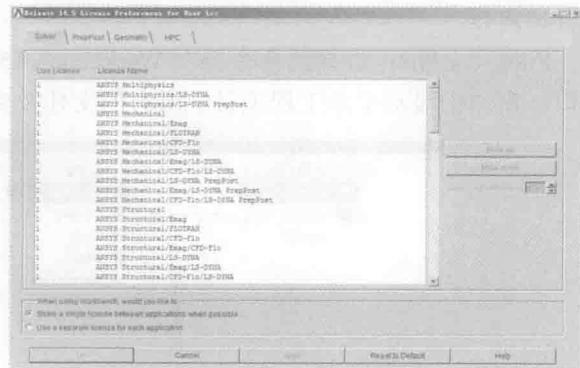

图 1-14 Release 15 License Preference for User 对话框
**License Preference (参考注册文件):** 选择此命令后，会弹出如图 1-14 所示的注册文件对话框。